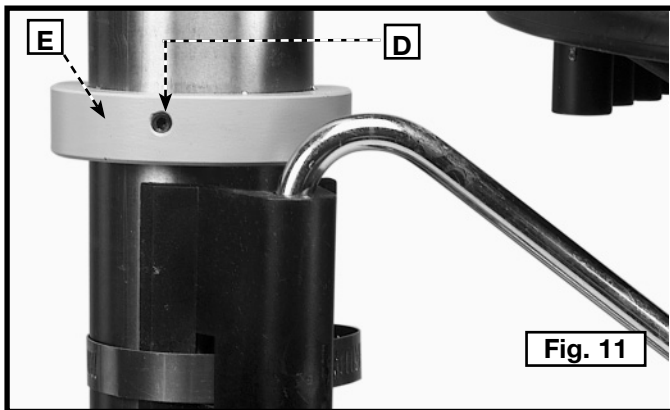

Fig. 11
9. Instale el anillo (E), Fig. 11, (retirado en el PASO 1) en la columna.
IMPORTANTE: Coloque la cremallera de elevación debajo de la parte inferior del anillo, pero deje espacio suficiente de modo que la cremallera (F) pueda girar alrededor de la columna. Ajuste el tornillo de sujeción (D), Fig. 11.